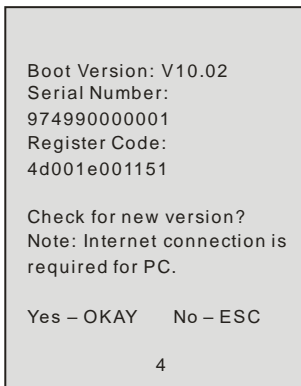

Abbildung 7-6
2. Falls eine neue Version gefunden wird, ein Bildschirm ähnlich dem in Abbildung 7-6 erscheint.